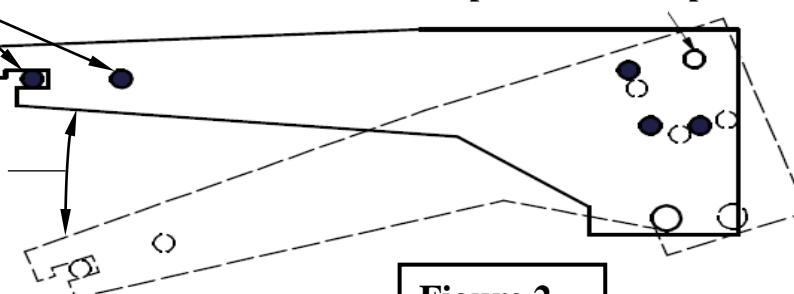

Figure 2
3. Si des supports de pare-chocs/d'attelage sont présents, enlever 5 de ces 6 supports des deux côtés du véhicule. Desserrer le boulon supérieur le plus à l'arrière pour permettre le pivotement du support de cadre de pare-chocs/d'attelage. Nota : Le boulon à l'emplacement marqué ● doit être enlevé. (Voir Figure 2)